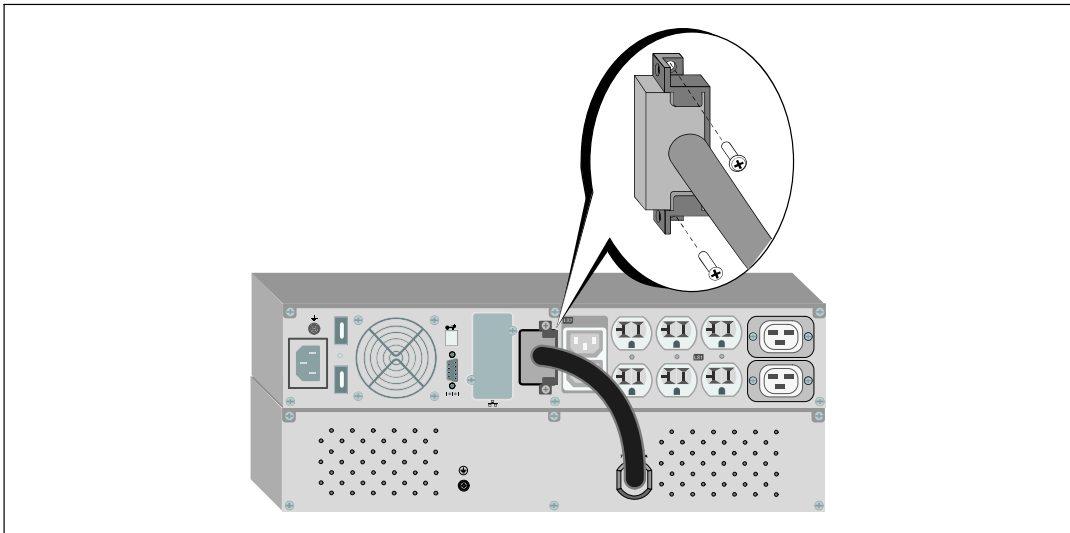

图 28. EBM 安装仅适用于 1920-2700W 型 UPS
- 3 将EBM电缆插入 UPS 电池连接器（参见图 28）。